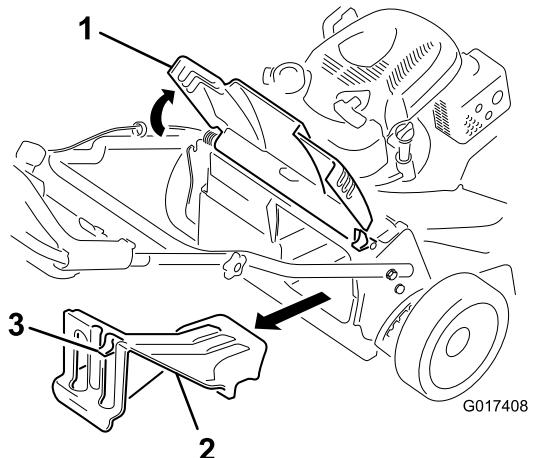

Bild 26
2. Drücken Sie zum Entfernen der Heckauswurfklappe den Riegel mit dem Daumen nach unten und ziehen die Klappe aus der Maschine (Bild 26).
1. Heben Sie die Heckklappe an und halten Sie sie hoch (Bild 26).